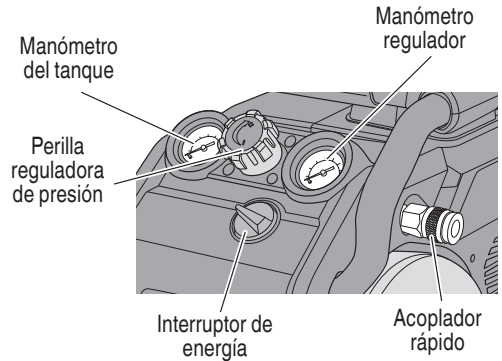

Fig. 7
- Introduzca la manguera en el acoplador rápido ya instalado en el compresor (Fig. 7).